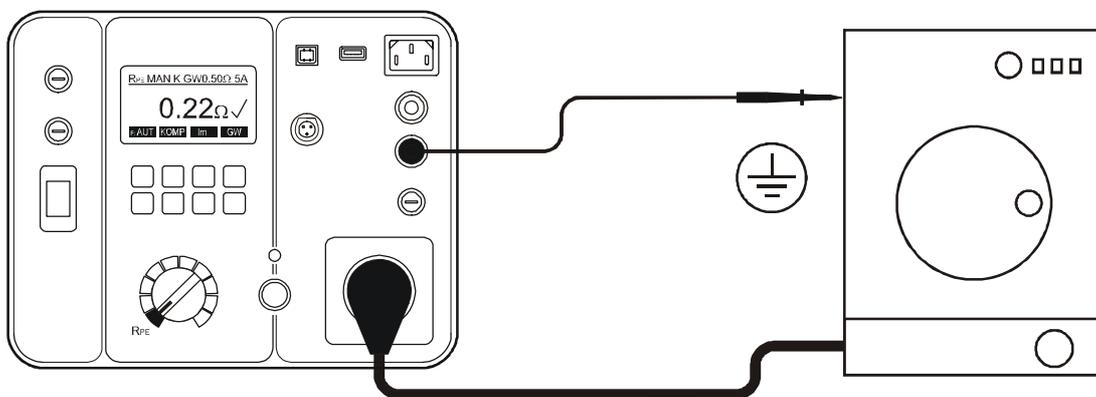

Abb. 6: Anschluss für die Schutzleiterwiderstandsprüfung bei Prüflingen mit Netzstecker
- Verbinden Sie den Prüfling und die Messleitung entsprechend der Abbildung 6 oder 7.